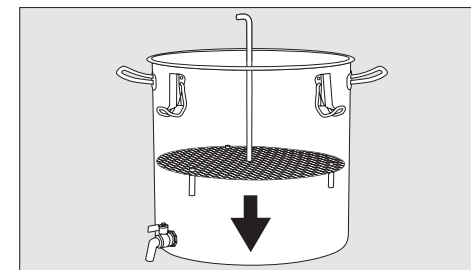

fig. 5
- Inserire il fondo perforato **(15)** nel tino di filtraggio **(BHG 040002)** (rubinetto di scarico **(6)** chiuso) e riempirlo con acqua calda **(70 – 80°C)** fino a quando questa raggiunge il fondo perforato **(15)** (ca. 5 l) (fig. 5).